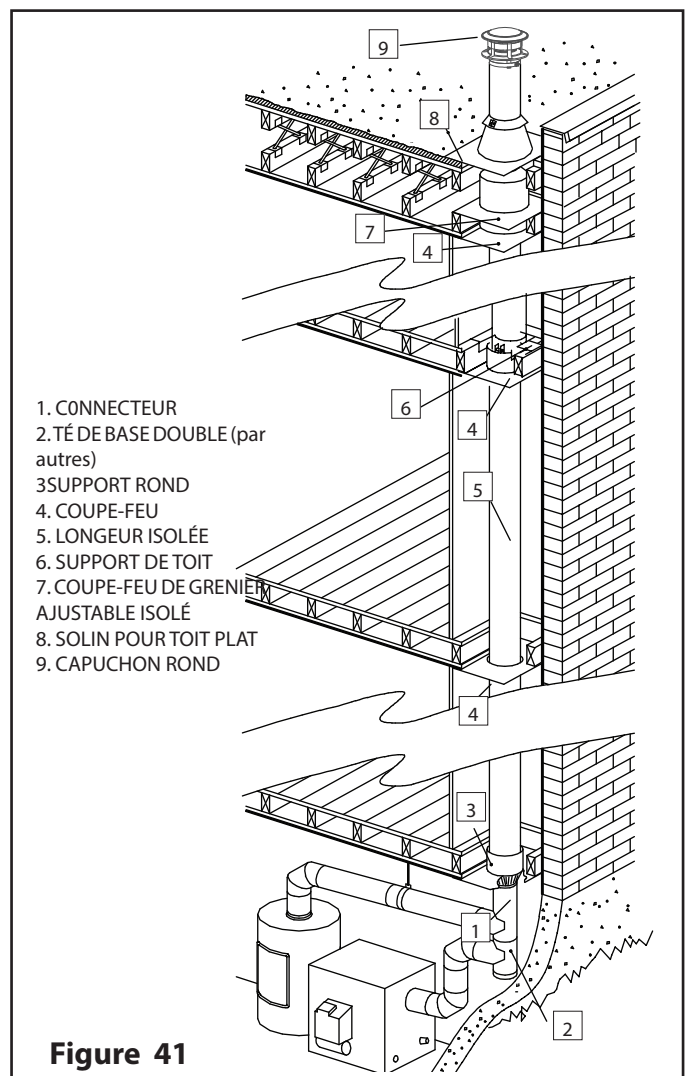

Figure 41
Étape 4. Installez par dessous, un coupe-feu (FS ou FRS10) dans chacun des planchers que la cheminée traverse (voir **Figure 41**).
Étape 7. (**EN OPTION AU CANADA**) Installez le coupe-radiation de toit sur les solives de toit. Le coupe-radiation de toit comprends de quatre (4) plaques fournies avec le solin de toit. Clouez ces plaques sur chaque côté des solives à l'aide de (2) clous de 2-1/2 po.